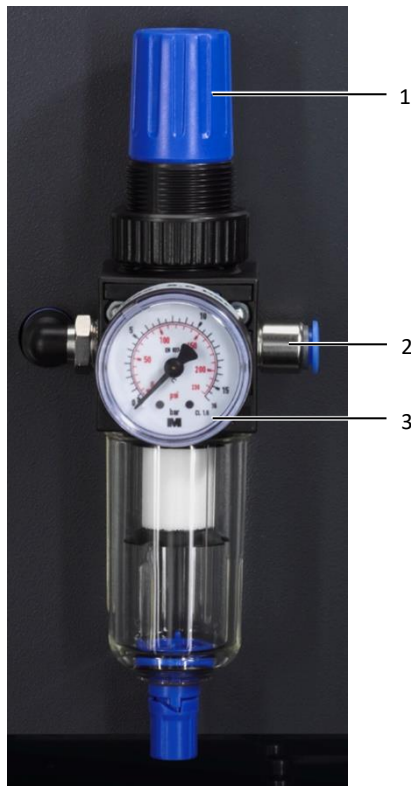

Fig. 6: Installation af tilslutninger
- Start med at tilslutte trykluftslangen til automatens trykluftserviceenhed (fig. 6, pos. 2).
- Kontrollér manometervisningen (fig. 6, pos. 3). Driftstrykket skal ligge mellem 5 og 5,5 bar.
- Efterjuster om nødvendigt driftstrykket. Træk indstillingskruen (fig. 6, pos. 1) opad, og drej den forsigtigt: